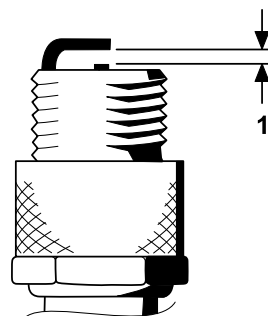

Figura 31
4. Impostate la distanza tra il centro e il lato degli elettrodi a 0,76 mm, come illustrato nella Figura 31.